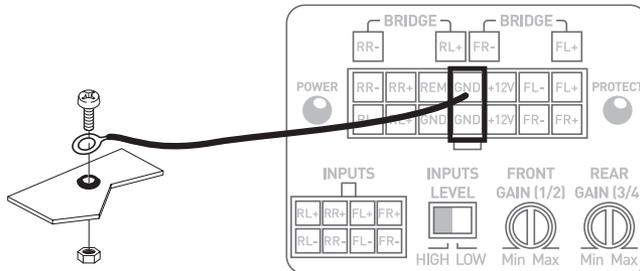

fig. 2
- 10 - Préparez la masse du châssis en grattant toute trace de peinture sur la surface métallique afin d'assurer une bonne mise à la masse. Les connexions de masse doivent être aussi courtes que possible et TOUJOURS connectées à du métal soudé à la carrosserie ou au châssis du véhicule (fig. 2). Le point de masse généralement retenu est celui assurant la liaison entre la borne négative de la batterie et le châssis du véhicule.
3.3.2 – Munissez-vous du câble d'alimentation négatif (-). Ce câble doit être le plus court possible et ne doit idéalement pas dépasser 1 mètre afin d'assurer une parfaite liaison entre l'amplificateur et le châssis du véhicule. Le câble et sa section doivent être conformes au tableau mentionné en 3.1. Trouver un point de masse adéquat, puis poncez-le pour enlever toute trace de peinture ou autre verni et ainsi optimiser la qualité du contact. Percez la tôle préalablement poncée au diamètre correspondant à la vis choisie en s'assurant qu'aucun passage de câbles réservoir ou autre organe sensible du véhicule ne soit à proximité. Soudez et isolez (grâce à de la gaine thermo-rétractable) le câble de masse sur le départ de câble fourni vers votre amplificateur IMPULSE 4.320 (*fig. 2*).